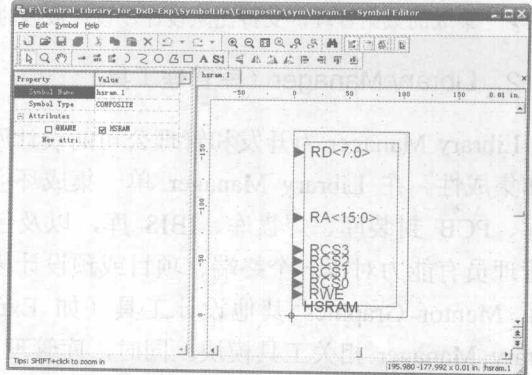

图 1-2-2 全新的 DxDesigner Symbol Editor
- DxDesigner Symbol Editor (元器件符号编辑器): 将全新的 DxDesigner 元器件符号编辑器 (Symbol Editor) 整合在 Library Manager 中, 如图 1-2-2 所示。DxDesigner Symbol Editor 提供可替代 DxDesigner/ViewDraw 自带 Symbol Editor 的功能, 降低库管理器对当前 DxDesigner 项目的依赖